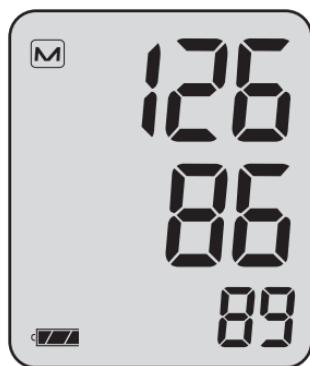

Fig. 8
- I Il valore dell'ultima misura apparirà per circa 5 secondi. Dopodichè l'unità si spegnerà automaticamente (vedere Fig. 8).